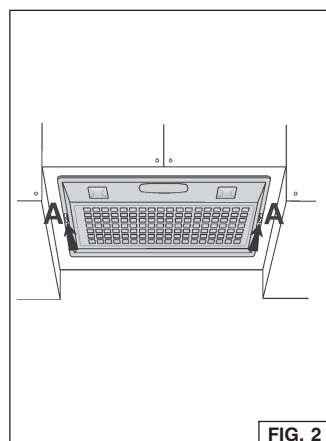

FIG. 2
1. Otez la grille en déplaçant les deux attaches latérales "A" (Fig.2).
Pour enlever le filtre à graisse ôtez la grille en enlevant les 2 attaches latérales "A" (Fig. 2); enlevez les fils métalliques puis le filtre à graisse (Fig. 9).